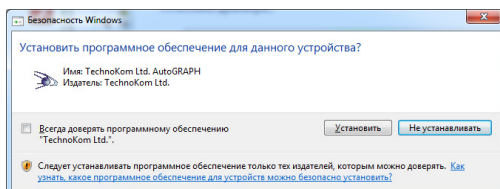

Рис.4.
**6. Система начнет установку драйвера. В ответ на предупреждение системы нажмите кнопку «Установить» (рис.4).**